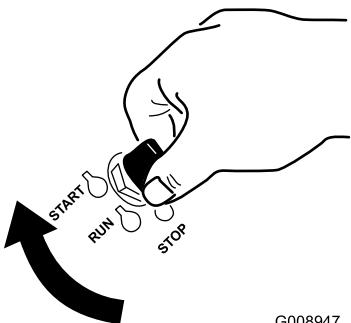

Figura 19 G008947
6. Gire la llave de contacto a la posición de Arranque (Figura 19). Cuando el motor arranca, suelte la llave.